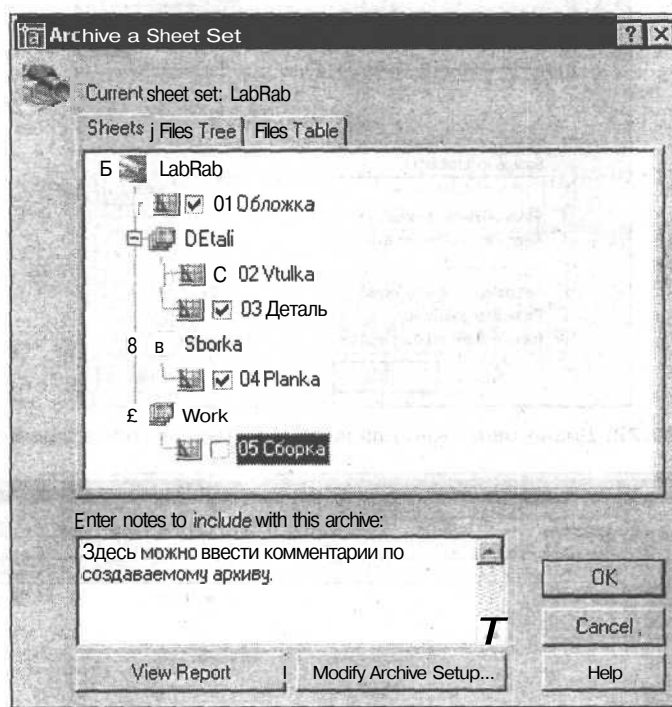

Рис. 20.21. Диалоговое окно **Archive a Sheet Set**
1. В окне **SHEET SET MANAGER** (Диспетчер подшивок) на вкладке **Sheet List** (Список листов) вызовите контекстное меню, щелкнув правой кнопкой мыши на имени подшивки. Выберите **Archive** (Архивировать). Появится диалоговое окно **Archive a Sheet Set** (Архивация подшивки) (рис. 20.21).